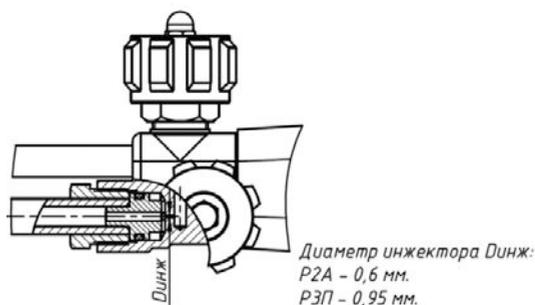

Рис.4.
- для резаков серии **LATION: P2A-02, P3П-02(У)** отсоединить наконечник от рукоятки и прочистить инжектор (см. рис.4)